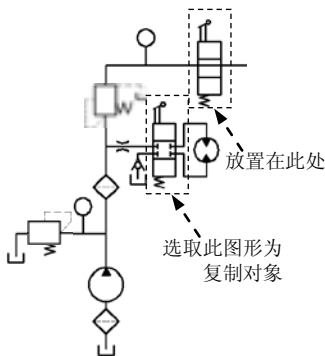

图 17.8.44 复制图形 (五)
(1) 用修改(M) → 复制(C)命令，选取图 17.8.44 所示的图形为复制对象，将其放置在图中所示的位置。